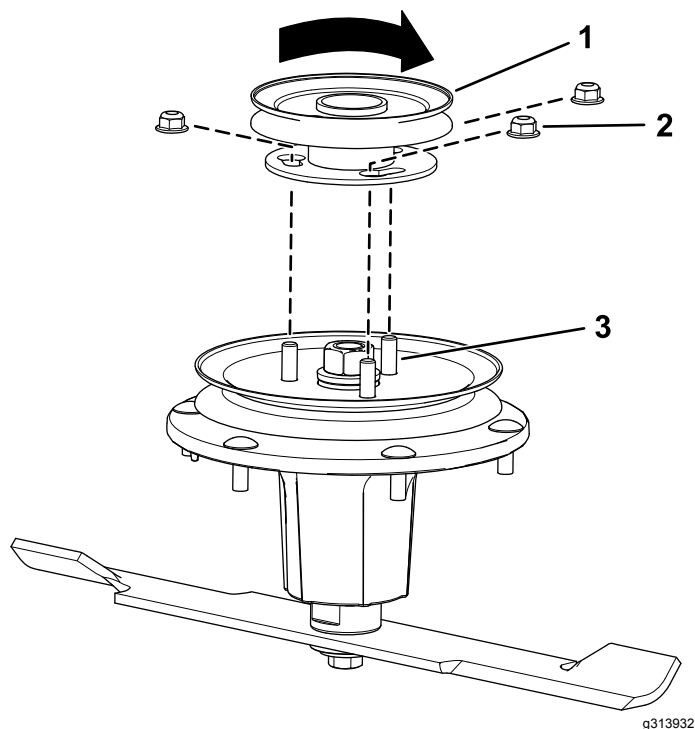

Figure 8
5. Placez la nouvelle poulie de sorte à pouvoir engager ses ouvertures sur les goujons (Figure 8).
6. Tournez la poulie pour la bloquer en position (Figure 8).
7. Une fois la nouvelle poulie en position, serrez les écrous pour la fixer en place (Figure 8).